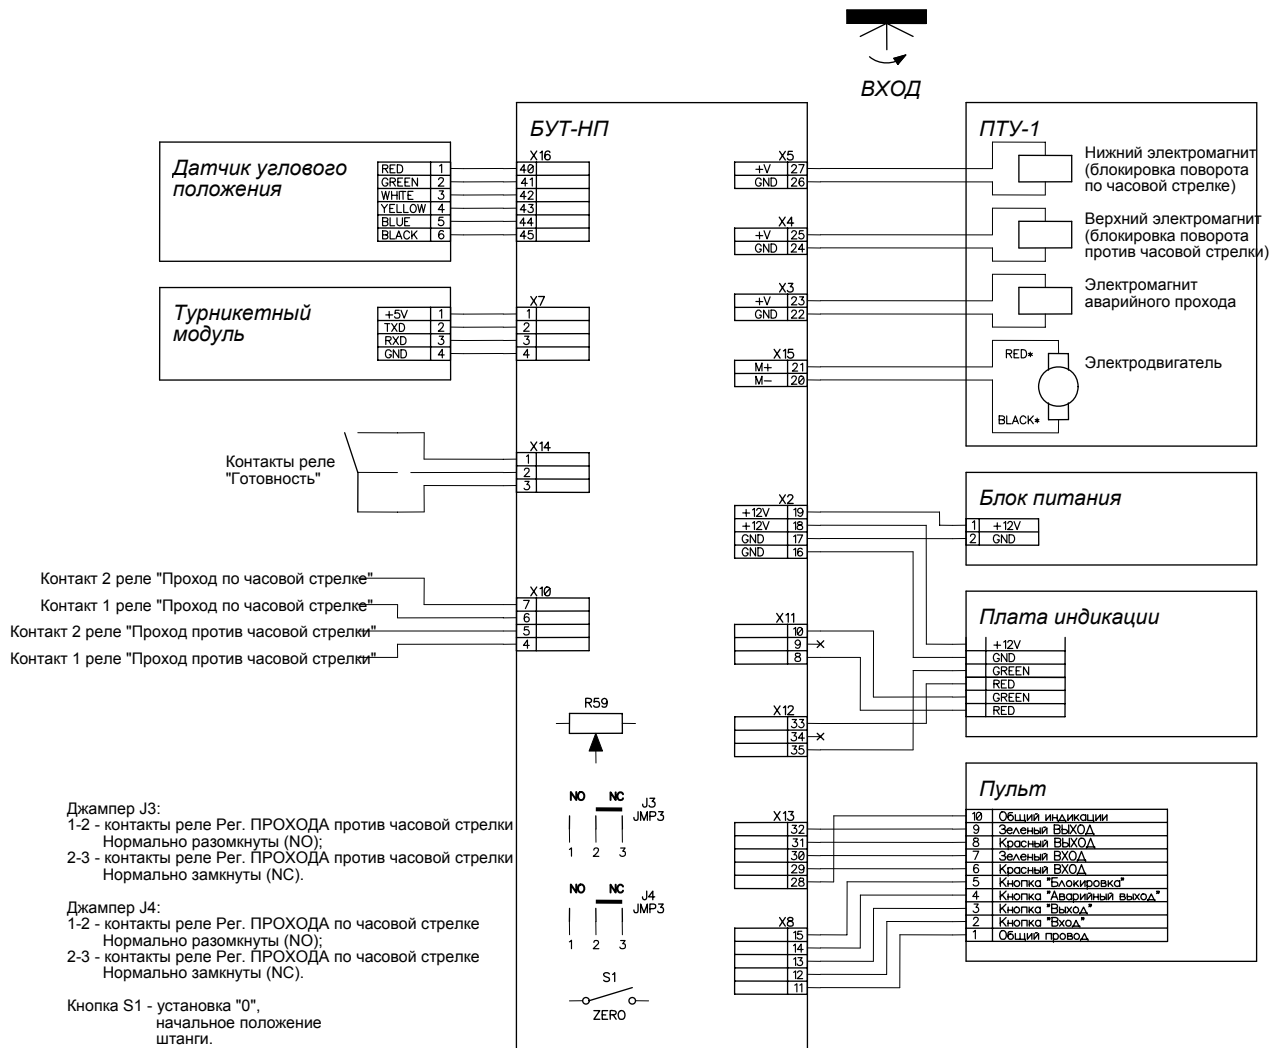

Рис. 5
5.3 Блок управления турникетом (БУТ-НП) представляет собой плату, установленную на монтажных стойках непосредственно в корпусе турникета. При необходимости БУТ-НП может быть помещен в защитный пластмассовый корпус. Подключение индикаторов прохода, пульта управления и источника питания к блоку управления производится с помощью кабелей в соответствии со схемой подключения (Рис.5,6).
6) Подключить кабели питания и ПДУ к БУ турникета в соответствии с Рис.5,6 заземлить корпус турникета. Заземление корпуса турникета производится в соответствии с требованиями «Правил устройств электроустановок с напряжением до 1000 В».
7) Подключить кабель СКУД к БУ турникета в соответствии с Рис.5 , 6